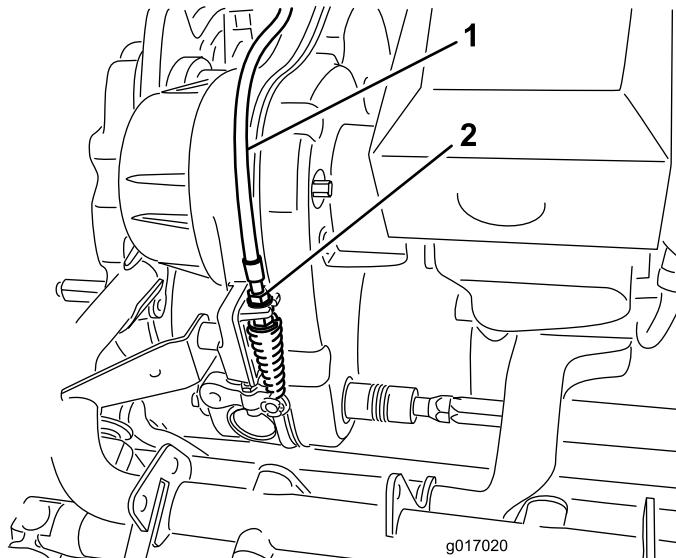

Figura 47
2. No anteparo da transmissão, ajustar o cabo de controlo do cilindro (Figura 47) para atingir um comprimento de mola de 70,6 a 72,4 mm.